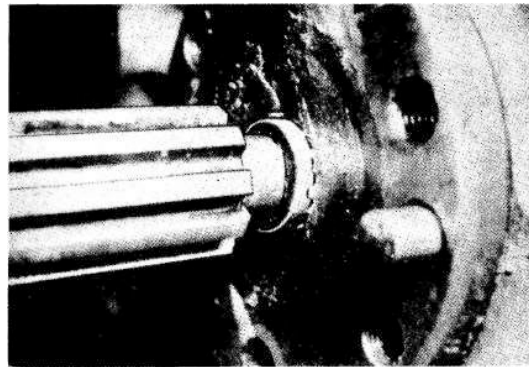

Bild 4-96
b) Kupplungsführungsdorn (oder altes Getriebeantriebsrad) ansetzen und mit Gummihammer mit harten Schlägen Büchse austreiben (Bild 4-96) (Kupplungsführungsdorn, Gummihammer)